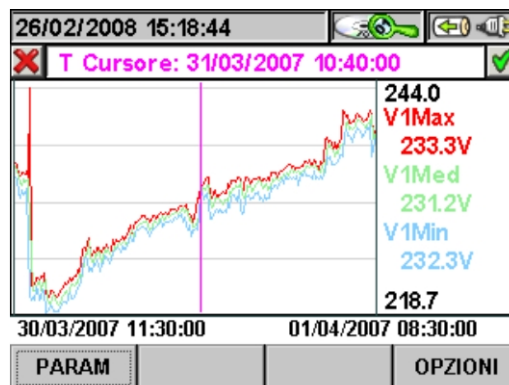

Fig. 118: Grafico Registrazione
- Il tasto **ENTER** (o la smart icon  a display) confermano la scelta effettuata precedentemente e visualizzano il grafico del parametro scelto (Fig. 118).